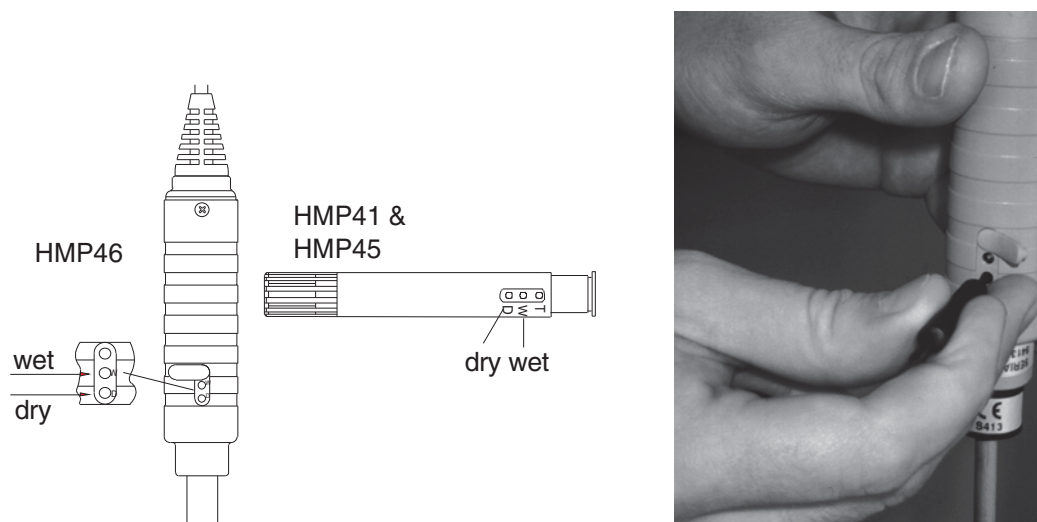

Рисунок 5.1.1 Расположение подстроечных резисторов
Регулировку датчиков влажности рекомендуется осуществлять посредством настройки подстроечных резисторов. Эти резисторы расположены под защитной крышкой. Настройка резистора с маркировкой T (температура) производится только в заводских условиях; НЕ СЛЕДУЕТ вносить никаких корректировок. Для обеспечения того, чтобы данный потенциометр не был случайно затронут при настройке двух других, отогните пластиковую крышку в сторону, не снимая ее полностью (см. Рис. 5.1.1).
- Выдержите время до стабилизации показаний влажности (около 30 минут). Проверьте температуру и выясните ближайшее значение влажности по калибровочной таблице. При помощи потенциометра D (сухой), расположенного в корпусе датчика, отрегулируйте показания сухого предела, приведя их в соответствие со значением, приведенным в калибровочной таблице. Используйте подходящий по размеру калибровочный ключ (см. Рис. 5.1.1).